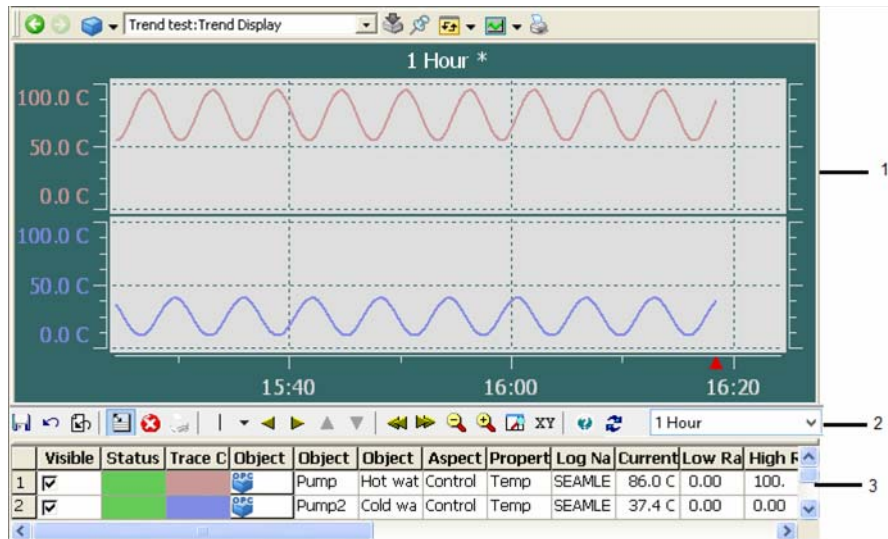

Abbildung 104. Trendanzeige Haupt Ansicht
- Das Standardlayout; das ist die Haupt Ansicht (siehe Abbildung 104).
Die ersten zwei Layouts sind in drei Bereiche aufgeteilt: den Trendbereich, der Trendsymbolleiste und der Trendtabelle, siehe Abbildung 104.